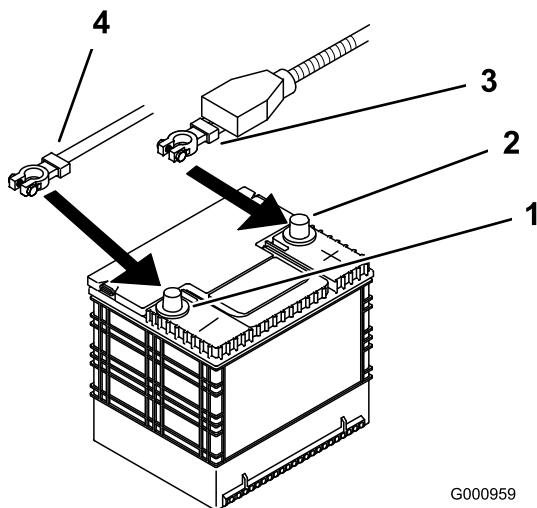

Bild 48
4. Klemmen Sie zunächst das Minuskabel vom Minuspol (-) der Batterie ab (Bild 48).
5. Ziehen Sie die rote Polkappe vom (roten) Pluspol der Batterie ab. Ziehen Sie dann das (rote) Pluskabel ab (Bild 48).
4. Befestigen Sie die Kabel mit 2 Schrauben (1/4 x 3/4"), 2 Scheiben (1/4") und 2 Sicherungsmuttern (1/4") (Bild 48).